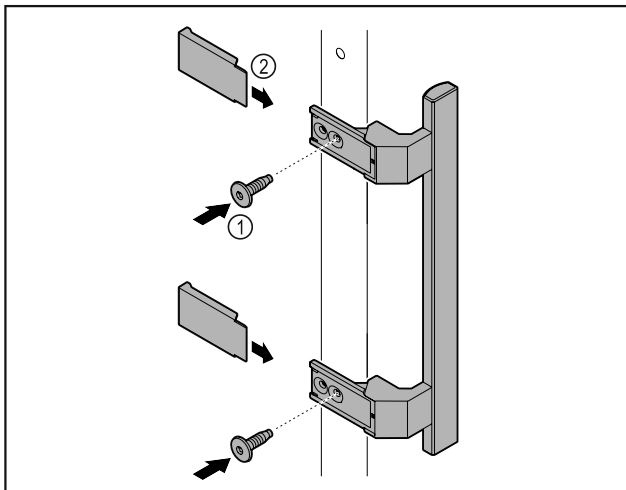

Fig. 42
- ▶ Τοποθετήστε τη λαβή από τη συσκευασία με τις βίδες Fig. 42 (1) στην πόρτα.
- ▶ Τοποθετήστε το κάλυμμα Fig. 42 (2).